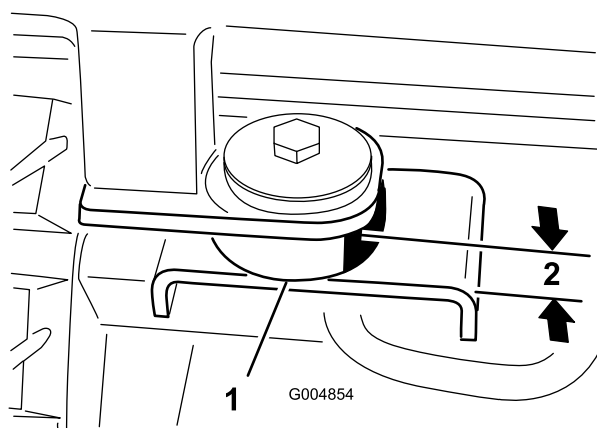

Figure 24
11. Sur les points de fixation arrière, fixez la machine avec un boulon (1/2 x 3"), une rondelle en acier (1/2 x 2-1/2"), une rondelle en caoutchouc (1/2 x 2-1/2") et un écrou (1/2") (Figure 24). Serrez les quatre boulons des supports de la cabine jusqu'à ce que les supports en caoutchouc soient comprimés à 2,2 cm (7/8") d'épaisseur.